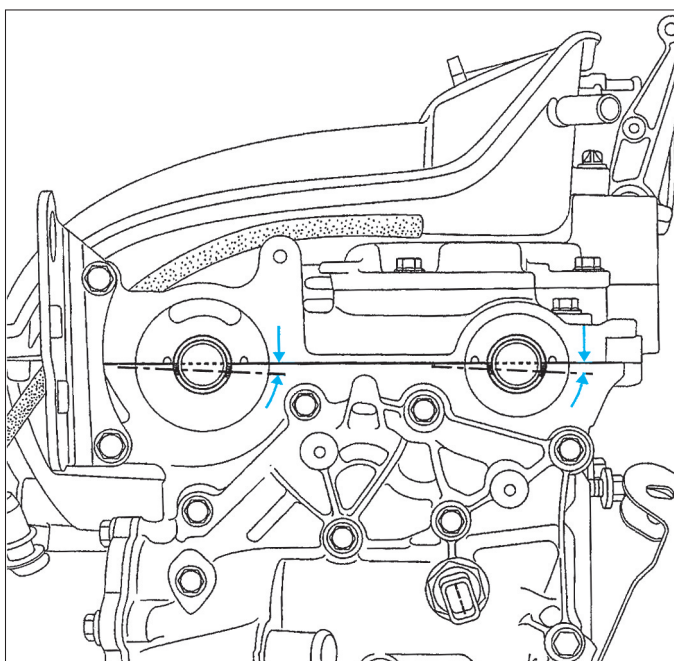

FIG. 14
- Tourner le moteur dans le sens horaire (côté distribution) de façon à placer les rainures des arbres à cames vers le bas dans une position quasi horizontale (fig. 14).